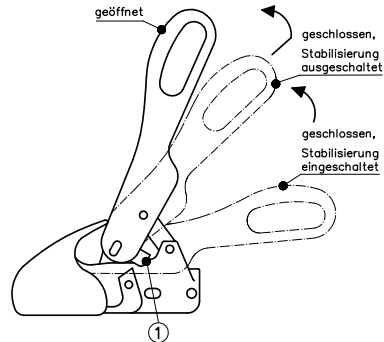

Bild 6: Stabilisierung ausschalten
Den Bedienungshebel langsam nach oben ziehen, um die Stabilisierung auszuschalten. (Bild 6)
Beleuchtungsstecker und Abreißseil lösen, den Bedienungshebel langsam nach oben ziehen, um die Stabilisierung auszuschalten (Bild 6), Bedienungshebel zurückziehen und gleichzeitig weiter anheben (Bild 6), sodass die seitlichen Sicherungslaschen (1) über die Sicherungsflächen schwenken und der Bedienungshebel in die geöffnete Stellung gebracht werden kann. Mit Hilfe eines Deichsellaufrades kann nun der Anhänger vom Zugfahrzeug abgekuppelt werden.